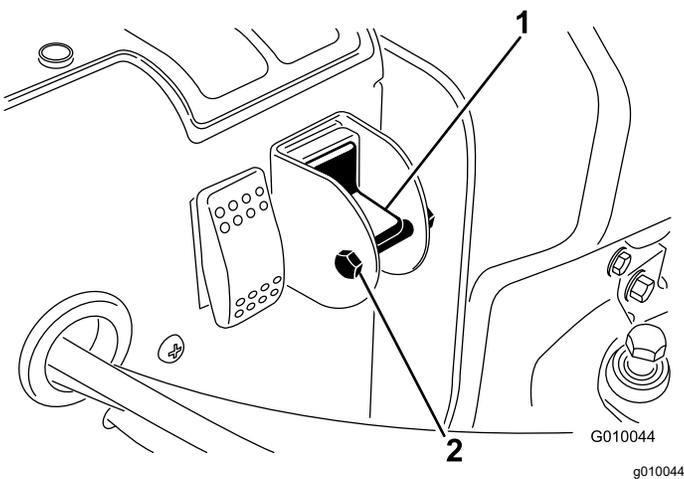

Bild 21
- Entfernen Sie die Sicherungsschraube und die Mutter vom Wahlschalter (**Bild 21**).